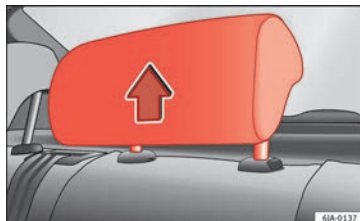

Fig. 75 Encostos de cabeça em posição de utilização.
- Três posições **de utilização** » Fig. 75. Nestas posições, o encosto de cabeça funciona como um encosto de cabeça convencional, protegendo, juntamente com o cinto de se-